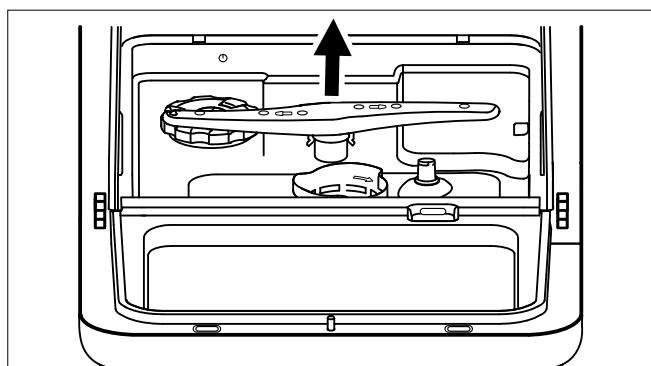

Fig. 25 – Extracción del brazo pulverizador
- ▶ Saque el brazo pulverizador (4) del interior del aparato para limpiarlo (véase Fig. 25) para limpiarlo. Para ello, élévelo un poco y extrágalo. Limpie el brazo pulverizador con agua corriente y compruebe que los orificios no estén obturados. A continuación, vuelva a colocarlo.